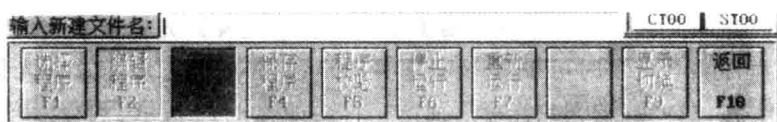

图 1-8 新建程序界面
- (2) 程序菜单界面中选择功能键【F2】“编辑程序”，进入编辑程序对话框。
- (3) 在编辑程序窗口中，选择功能键【F3】“新建程序”。这时人机对话窗口会提示：“输入新文件名”。输入文件名后，按【Enter】键确认后可以对新建程序进行编辑了，如图 1-8 所示。